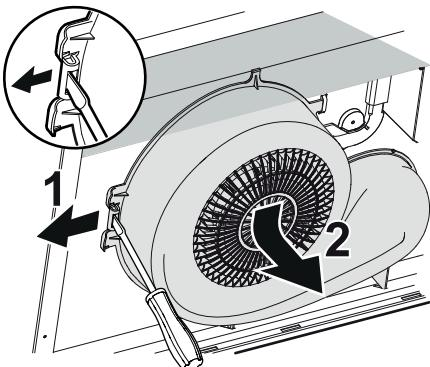

Fig.4
Lossa flakthuset genom att böja ut snäppet i pilens riktning (1) och trycka flakthuset från dig och nedåt (2), Fig.4.